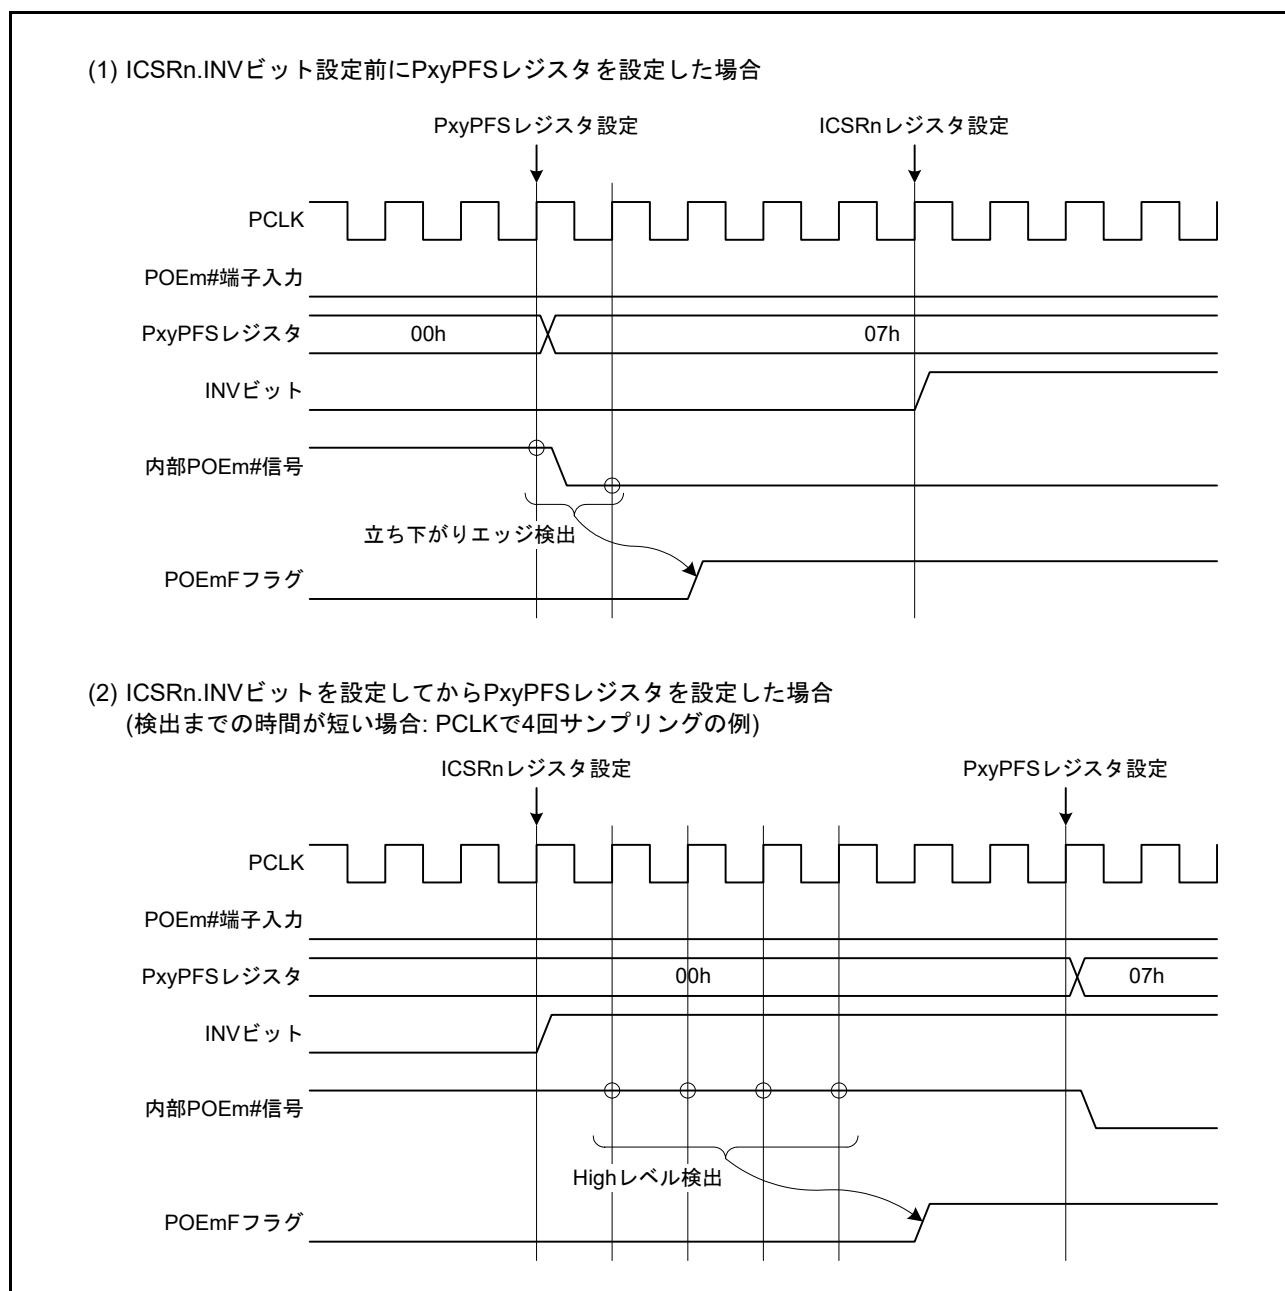

図 20.14 ICSRn.INV ビットと PxyPFS レジスタの設定タイミング
ICSRn.INV ビット ($n = 1, 3 \sim 5, 7$) を“1” (立ち上がりエッジまたは High レベル検出) にして使用する場合、リセット解除時の POEm# 端子 ($m = 0, 8, 10, 11, 12$) には Low が入力されているはずですが、この状態で MPC.PxyPFS レジスタにより POEm# 信号を選択すると、内部信号が High から Low に変化するため、出力停止要求が生成されてしまいます (図 20.14 (1) 参照)。先に ICSRn レジスタを設定してから PxyPFS レジスタを設定してください。
なお、ICSRn.POEmM[3:0] ビット、POEmM2[3:0] ビットの設定によっては、ICSRn レジスタを設定してから PxyPFS レジスタを設定するまでの間に出力停止要求が生成される場合があります (図 20.14 (2) 参照)。この場合は、「20.3.10 出力停止状態の解除」に従って、ICSRn.POEmF フラグをクリアしてください。